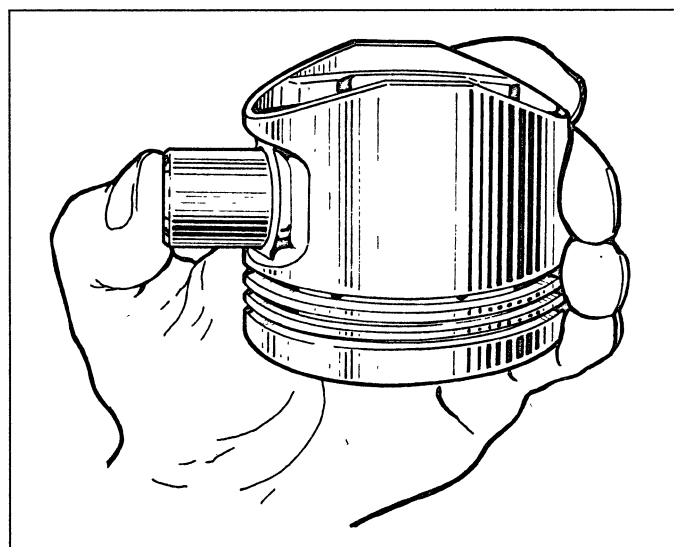
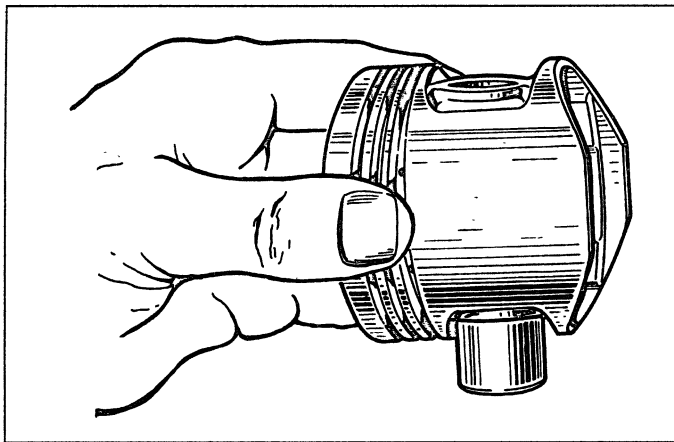

Рис. 2-32. Поршневой палец должен устанавливаться простым нажатием большого пальца
Рис. 2-33. Проверка посадки поршневого пальца
**Сборка.** Перед сборкой подберите палец к поршню и шатуну. У новых деталей класс отверстий под палец в шатуне и поршне должен быть идентичен классу пальца. У деталей, бывших в эксплуатации, для правильного сопряжения необходимо, чтобы поршневой палец, смазанный моторным маслом, входил в отверстие поршня или шатуна от простого нажатия большого пальца руки (рис. 2-32) и не выпадал из него, если держать поршень, как показано на рис. 2-33.